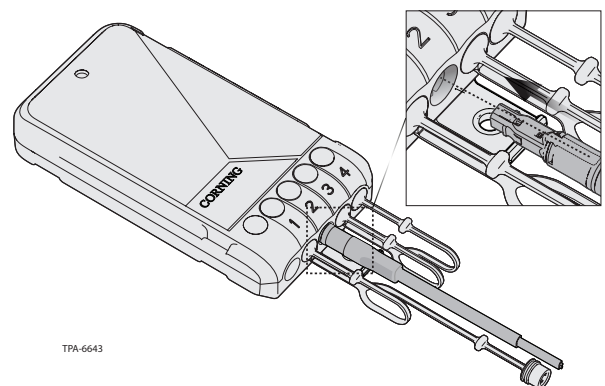

Abbildung 27
Schritt 8: Setzen Sie das vorkonfektionierte Drop-Kabel in den Drop-Steckverbinderanschluss ein. Richten Sie die Kerbe am Steckverbinder an der Taste des Anschlusses am Terminal aus (Abbildung 27).